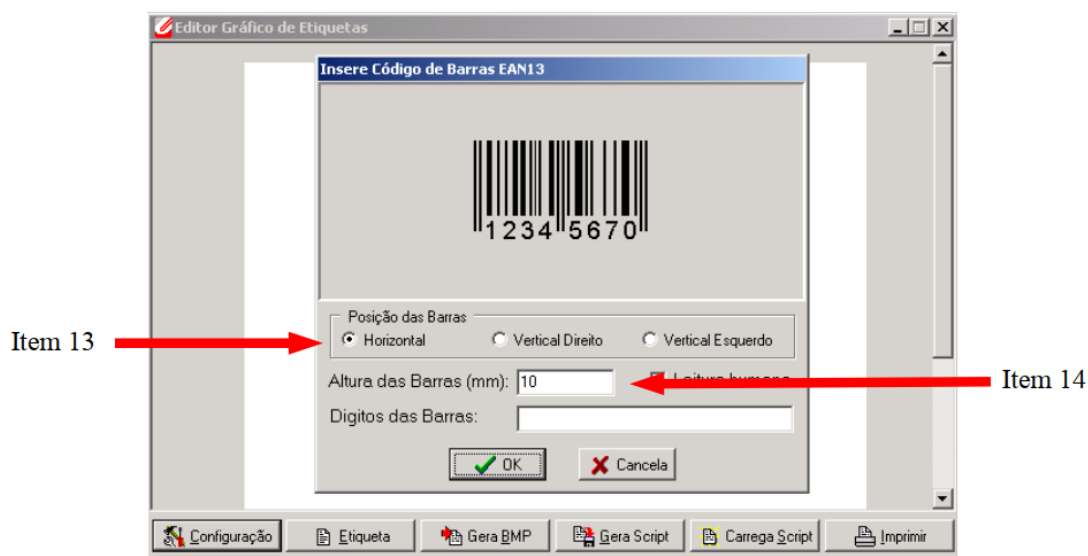

Figura 15
Após a seleção abrirá uma nova tela, conforme figura 15, onde pode ser selecionado algumas opções de códigos de barras.
No campo “**ALTURA DE DAS BARRAS**”, poderá ser alterada sua altura, para maior precisão, conforme item 14 – figura 15.